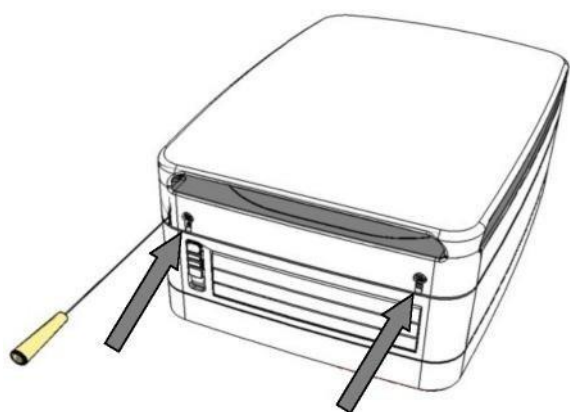
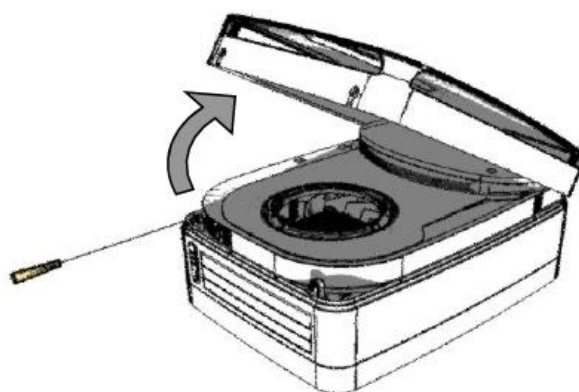

Figura 25
Figura 26
1. Svitare le due viti (Figura 25) e sollevare la piastra di copertura (Figura 26).